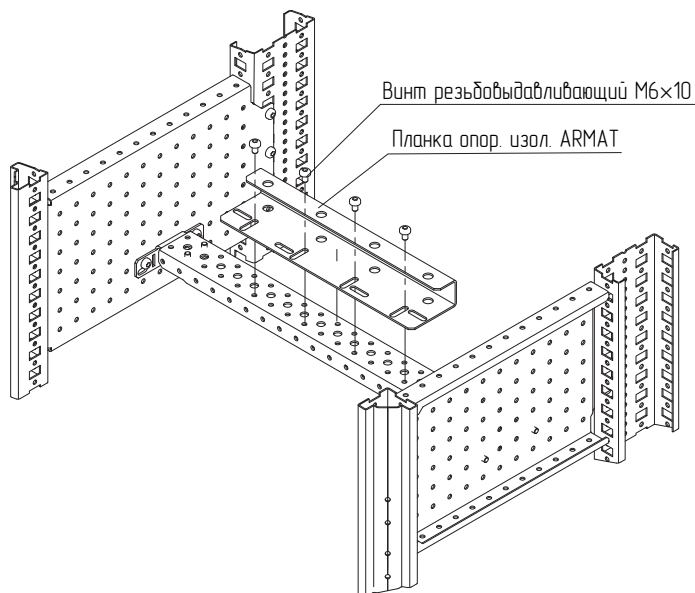

Рисунок 85
4.29.3 Установить планку опорных изоляторов ARMAT АСВ на профиль монтажный 50×25 и закрепить винтами M6×10 (рисунок 85). Момент затяжки – 7 Н·м.